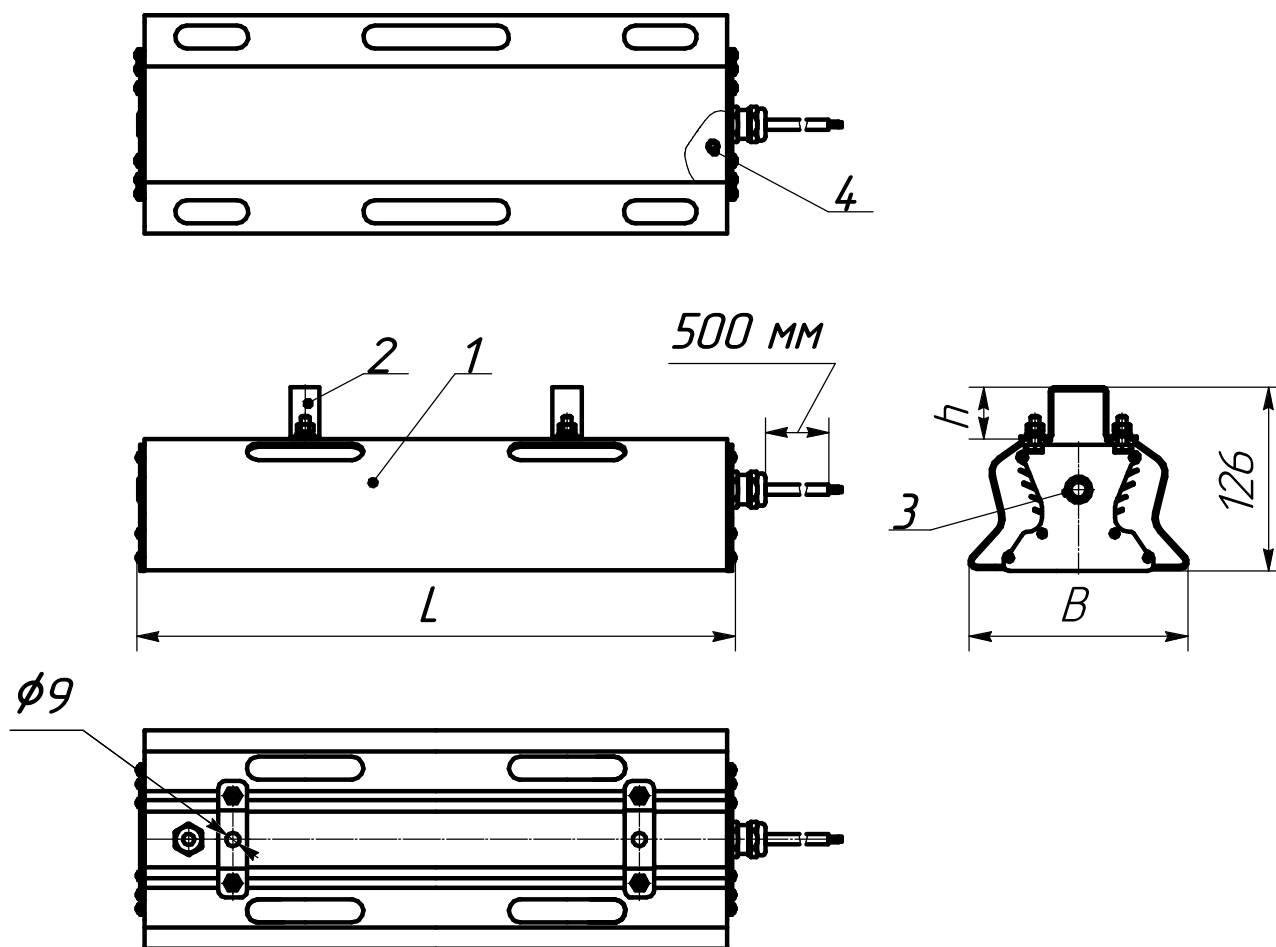

Рисунок 1 - Внешний вид и габаритные размеры светильников ДСП97
3.2 Светильник серии ДСП97 состоит из корпуса (алюминиевый профиль), светодиодных модулей и линз, защитного стекла, блока аварийного питания, кнопки "ТЕСТ", узла крепления (скоба). Общий вид светильника приведен в приложении А (рисунок 1)
Индикатор (поз. 4 рисунок 1) показывает режим работы:
Для проведения ручного функционального тестирования нажмите кнопку ТЕСТ (поз.3 рисунок 1) и удерживайте в течение 10 с. Убедитесь в работоспособности светильника.